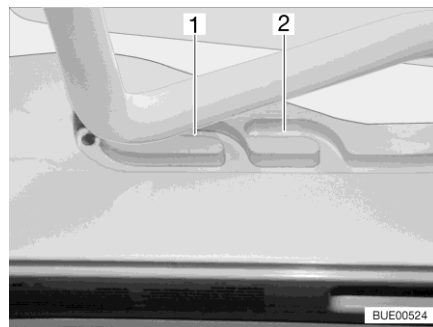
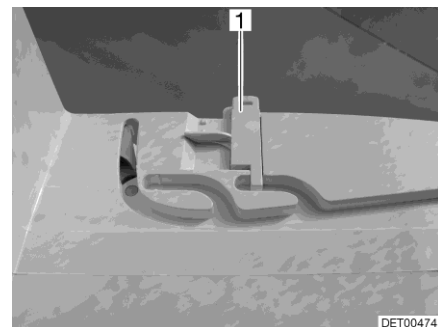

Bild 22 Führung (Lüftungsstellung)
Bild 23 Verriegelung (Lüftungsstellung)
Die Heki-Dachhaube kann in zwei Lüftungsstellungen gebracht werden: Schlechtwetterstellung (Bild 22,1) und Mittelstellung (Bild 22,2). Je nach Modell kann die Dachhaube in der Mittelstellung mit den beiden Riegeln (Bild 23,1) links und rechts am Rahmen der Dachhaube verriegelt werden.
- Den Bügel leicht nach oben drücken und in die gewählte Führung (Bild 22,1 oder 2) schieben und ggf. verriegeln.